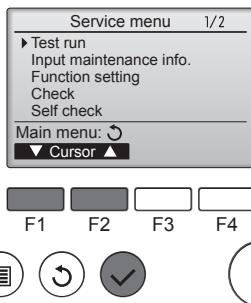

Fig. 7-3
③ Selezionare "Test run" (Prova di funzionamento) con il pulsante [F1] o [F2], quindi premere il pulsante (8). (Fig. 7-3)